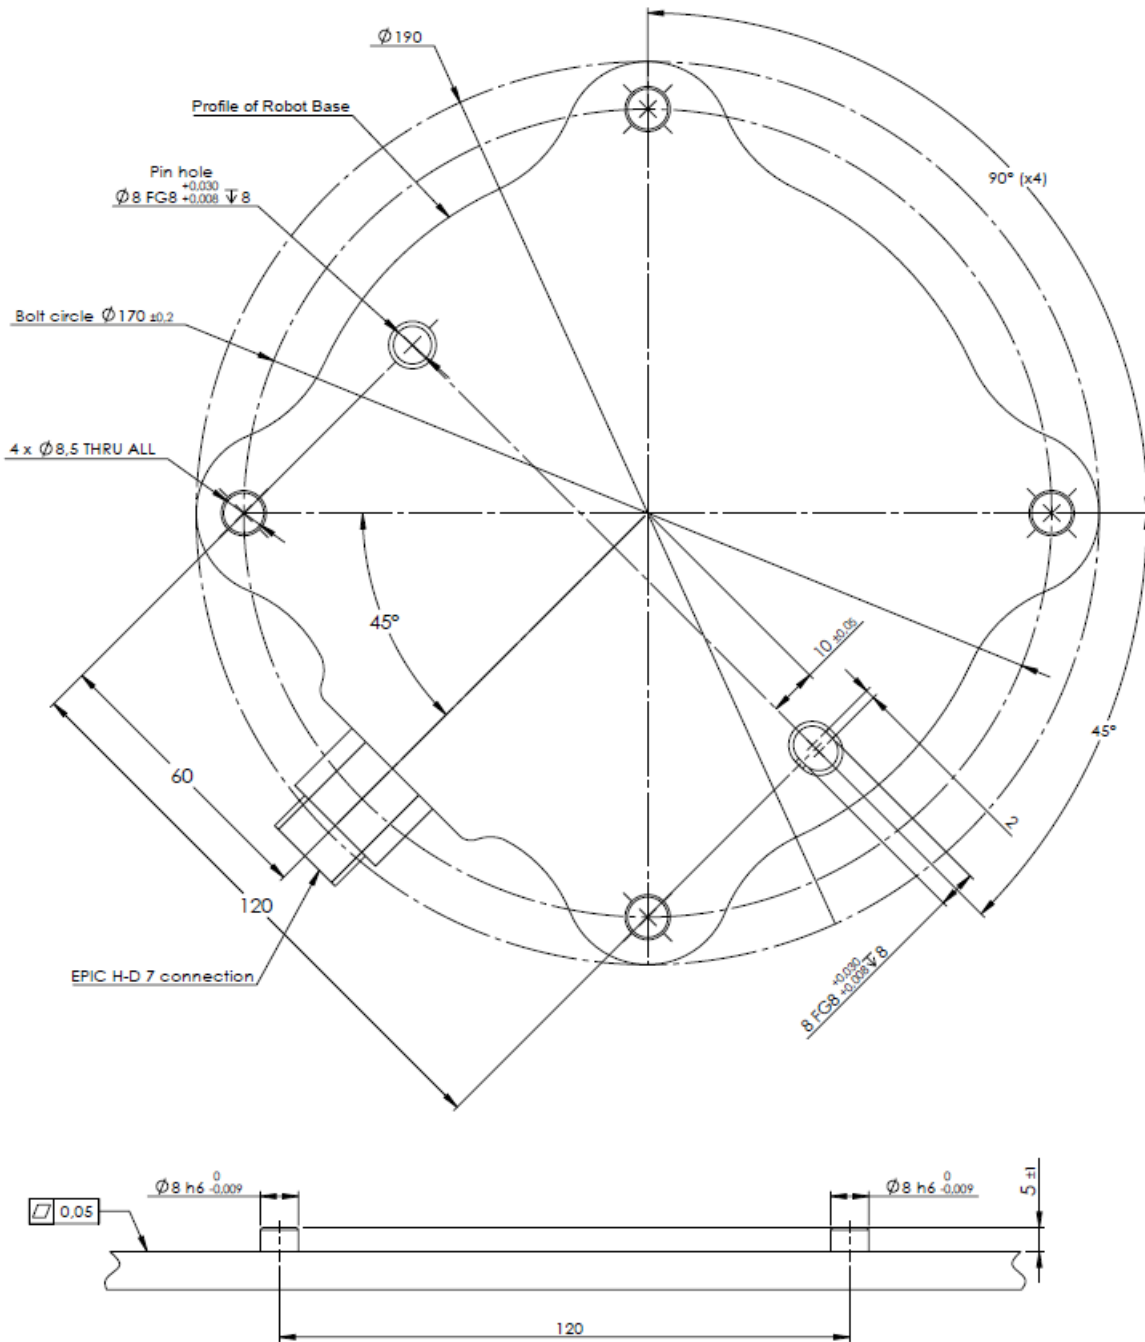

Abbildung 4.1: Löcher zur Montage des Roboters. Verwenden Sie vier M8 Schrauben. Alle Maßangaben sind in mm.
**Roboterarm** Der Roboterarm wird mithilfe von vier M8 Schrauben montiert, die in den vier 8.5 mm-Löchern der Roboterbasis befestigt werden. Es wird empfohlen, diese Schrauben mit 20 N m Drehmoment festzuziehen. Für eine sehr genaue Neupositionierung des Roboterarms sind zwei Ø8 Löcher zur Verwendung mit einem Stift vorgesehen. Darüber hinaus ist ein genaues Gegenstück der Basis als Zubehörteil verfügbar. Abbildung 4.1 zeigt die Stelle, an der die Löcher zu bohren und die Schrauben zu montieren sind.